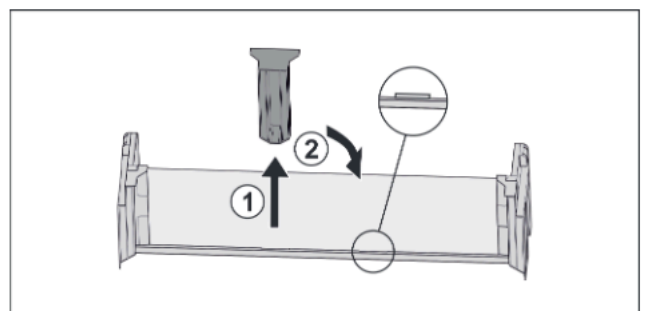

Fig. 27
- ▶ Estrarre l'elemento di supporto centrale Fig. 27 (1).
- ▶ Inserire l'elemento di supporto centrale sulla seconda posizione Fig. 27 (2).